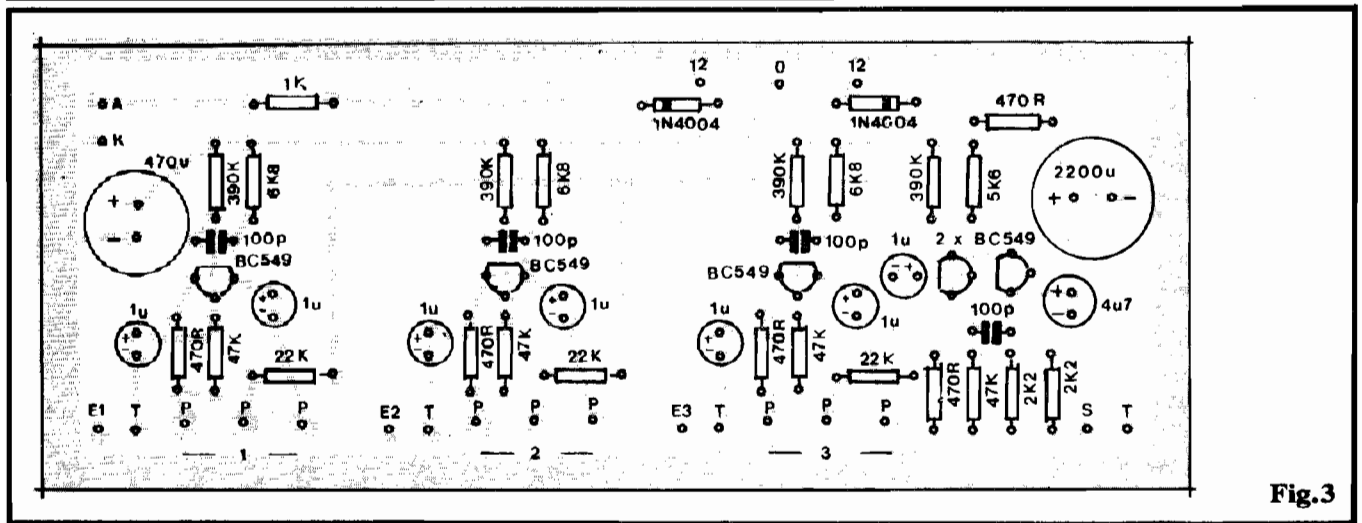

Fig.3
- FIG. 3 - "CHAPEADO" DA MONTAGEM - A placa continua vista em seu tamanho natural, porém agora "olhada pelo outro lado" (não cobreado...), com todas as peças principais já posicionadas, claramente estilizadas e identificadas por seus códigos, valores, polaridades, etc. Em A.P.E. utilizamos o mais perfeito (sem falsas modéstias...) sistema de notação nos "chapeados", identificando **completamente** os componentes, e não com aquela
sobre a placa...). Em circuitos de áudio, com as características do TREGUA, qualquer "besteirinha" feita na cabagem, nas conexões externas, nas blindagens, etc., pode arruinar completamente o funcionamento, introduzindo ruídos, zumbidos, invertendo controles, "emudecendo" canais, etc. Assim, **MUITA ATENÇÃO...** A placa continua vista pela sua face não cobreada (só que agora devidamente "limpa" dos componentes vistos na figura anterior, para "descongestionar" o desenho...), sendo conveniente que o Leitor/Hobbysta compare a codificação das ilhas periféricas, com a indicada na fig. 3... Observar com cuidado as ligações do transformador (sempre lembrando que o secundário (S) é o lado que apresenta fios de cores iguais nas extremidades, enquanto que o primário (P) mostra sempre três fios de cores diferentes... Atenção também às ligações da chave de Tensão (110-220). O LED, que fica ligado à placa por um par de fios finos (ou cabinho paralelo...) também precisa ter seus terminais corretamente identificados, antes da conexão aos respectivos pontos A-K... Quanto aos três potenciômetros, terão seus terminais ligados de forma "semi-direta" aos pontos P-P-P de cada módulo (detalhes na próxima figura). Todos